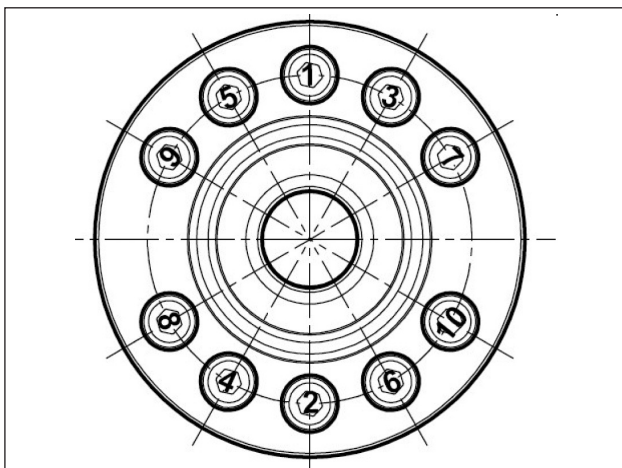

Abb. 50
**** Die Befestigungsschrauben der Halter Schema Abb. 50 müssen in zwei Phasen festgezogen werden: